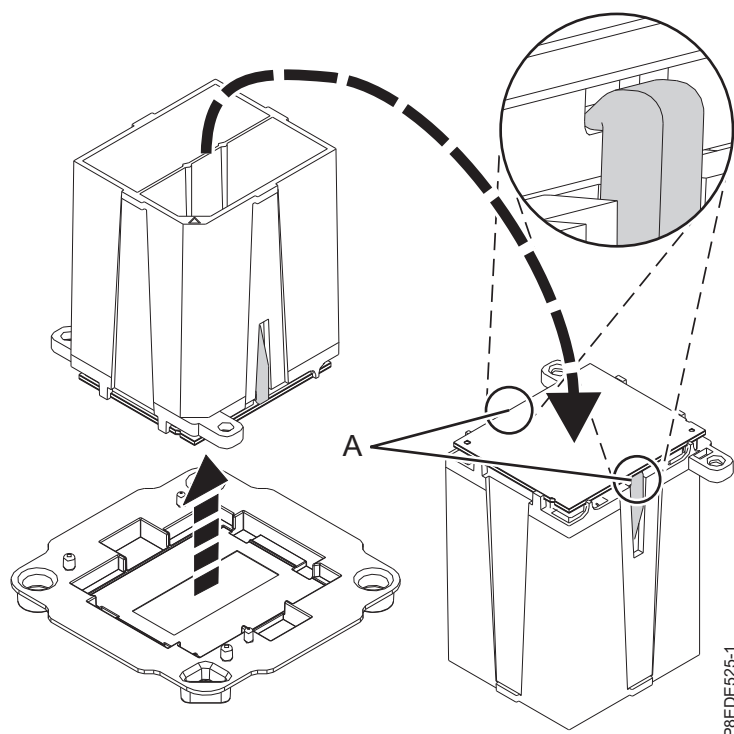

図 11. システム・プロセッサ・モジュールの取り付けの準備
- b. 両方のご部 (A) がしっかりとシステム・プロセッサ・モジュールをつかんでいることを確認します (図 11 を参照)。